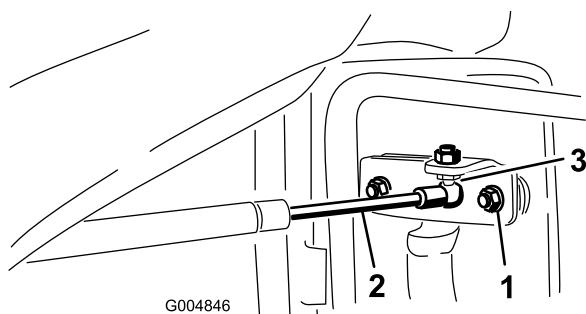

Figura 62
1. Retire o clipe que prende o encaixe da mola de porta à bola de suporte da porta (Figura 62).